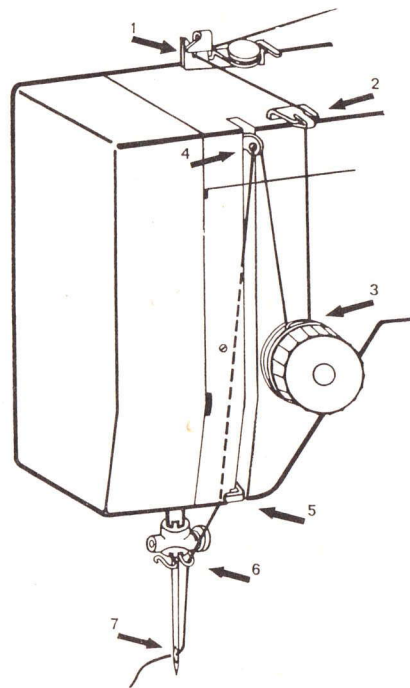

Abb. 15
14. Oberfaden einfädeln (Abb. 15)